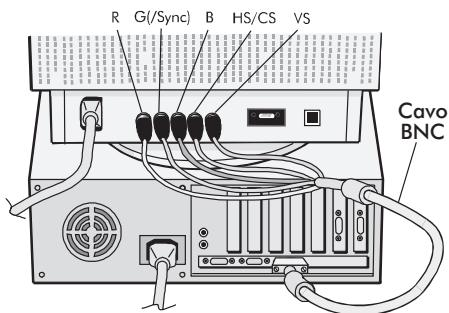

Figura C.1
3. Collegare il cavo BNC del colore rosso sul connettore BNC del monitor siglato con la lettera R. Collegare il cavo BNC del colore verde sul connettore BNC del monitor siglato con la lettera G(/Sync). Collegare il cavo BNC del colore blu sul connettore BNC del monitor siglato con la lettera B. Se il totale dei BNC da collegare e' di quattro cavi (connessione di tipo composita) connettere il quarto cavo sull'ingresso del monitor siglata HS/CS. Se il totale dei BNC da collegare e' cinque connettere il sincronismo orizzontale su connettore siglato HS/CS, e il segnale verticale sul connettore siglato VS (Figura C.1).